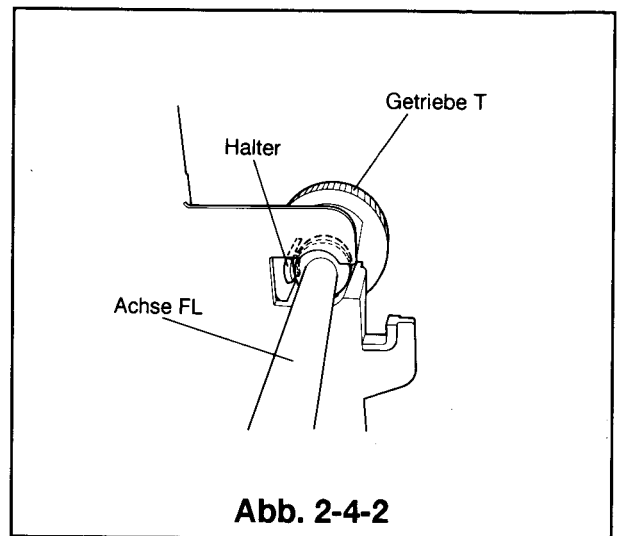

Abb. 2-4-2
- ① Die Schritte ① bis ⑤ der Ausbauanweisungen im Artikel 2-2 ausführen.
- ② Den Befestigungsverschluß des Getriebes T auf der Innenseite des Kassettengehäuses lösen, um die Achse FL auszubauen, an welcher die Getriebe S und T befestigt sind (siehe Abb.2-4-2).
- ③ Die Getriebe S und T von der Achse FL abziehen.